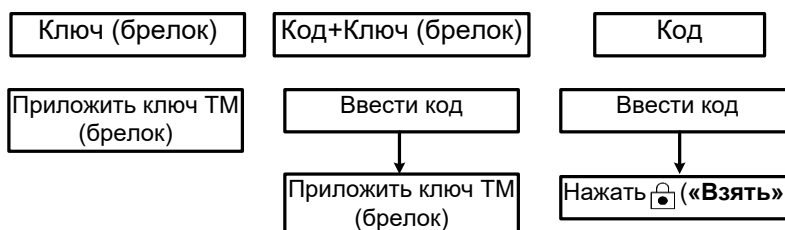

Рисунок 2.22 - Постановка под охрану без выбора ШС
- Если необходимо поставить под охрану все ШС без выбора, следует (см. рисунок 2.22):